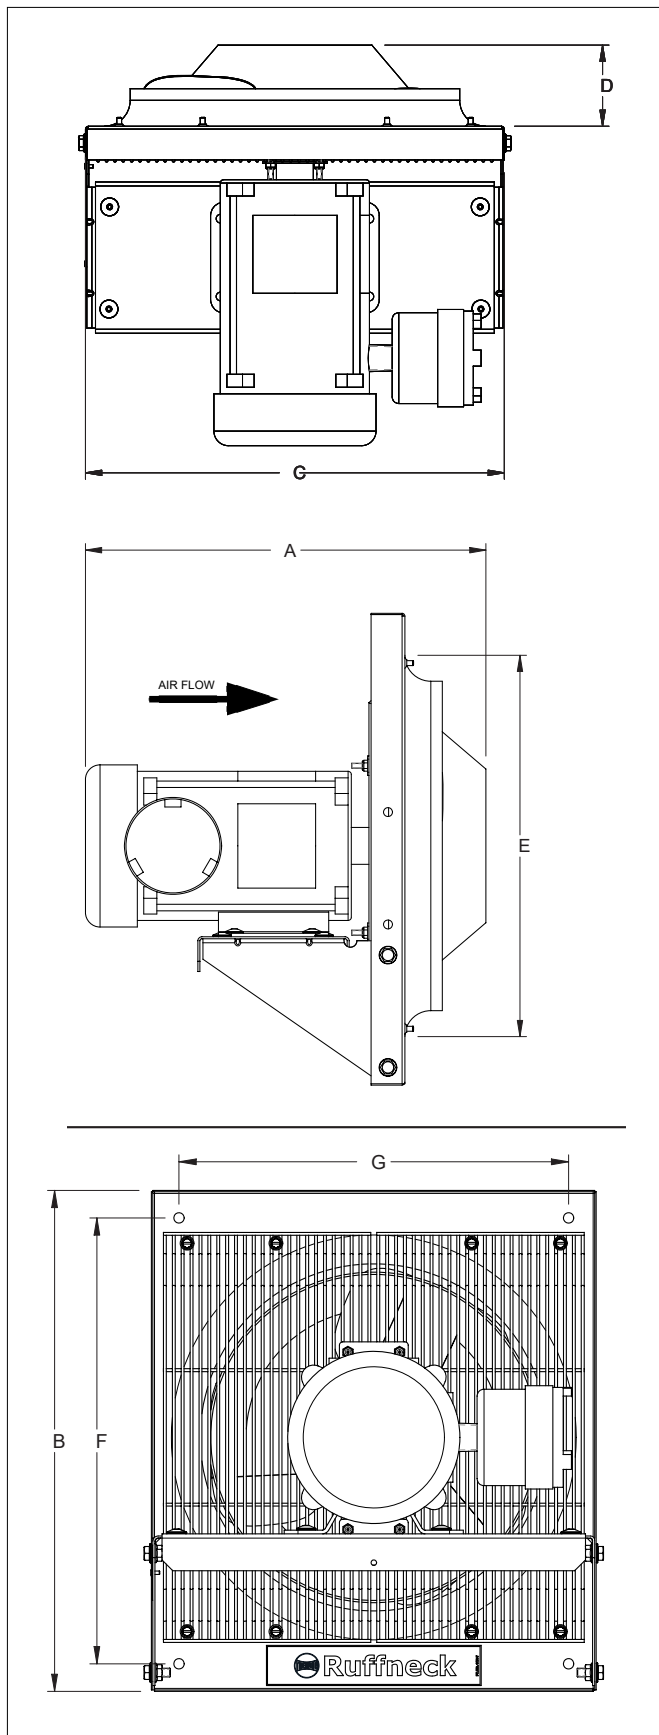

Figure 1 – Dimensions
2. Les ventilateurs sont conçus pour être montés à partir de l'arrière au moyen de quatre trous de 3/8 po. Pour les dimensions du ventilateur. Voir la Figure 1, page 17.